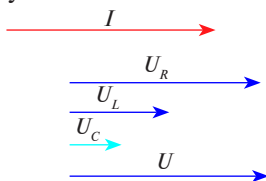

Рис. 15. Векторы  $I$ ,  $U_R$ ,  $U_L$ ,  $U_C$ ,  $U$
20. Вычислить *rms*-значения (среднеквадратичные) напряжений  $U_R$ ,  $U_L$ ,  $U_C$ , поочередно подставив измеренные значения в уравнения (2).
21. Вычислить полное напряжение  $U$ , подставив рассчитанные значения  $U_R$ ,  $U_L$ ,  $U_C$  в уравнение (6).
23. Построить треугольник напряжений, используя векторы  $I$ ,  $U_R$ ,  $U_L$ ,  $U_C$ ,  $U$  (рис. 15). Начинать следует с вектора напряжений  $U_R$ . Необходимо учитывать, что напряжение и сила тока имеют одинаковые фазы при чисто омических сопротивлениях, а векторы  $U_L$  и  $U_C$  имеют фазовый сдвиг  $90^\circ$  разного знака. Для того чтобы повернуть вектор, нужно с помощью левой кнопки мыши переместить его в требуемое положение и отпустить кнопку.